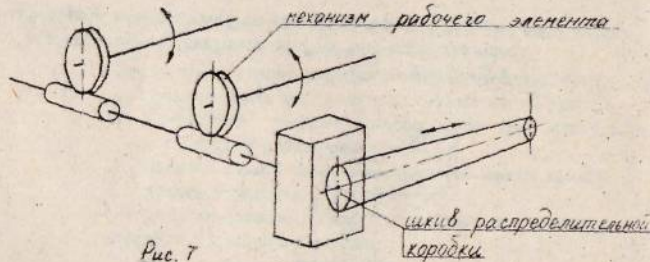

Рис. 7
7.4.1. Провернуть вручную за клиновой ремень (рис.7) шкив распределительной коробки и убедиться, что механизм рабочего элемента работает без заеданий от незначительного усилия руки (не менее двух оборотов червячных колес в ту и другую стороны).
- 7.4.1. Провернуть вручную за клиновой ремень (рис.7) шкив распределительной коробки и убедиться, что механизм рабочего элемента работает без заеданий от незначительного усилия руки (не менее двух оборотов червячных колес в ту и другую стороны).